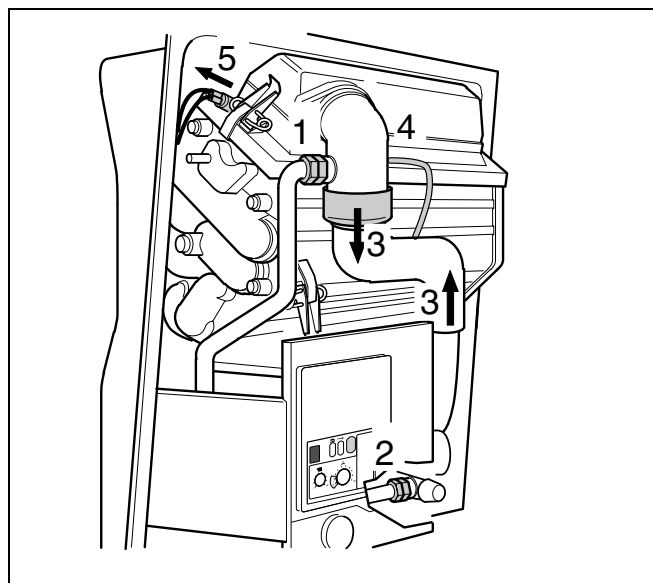

Abb. 33 Anschlüsse entfernen
- Verschraubung an der Gasdüse (Abb. 33, Pos. 1) und am Sicherheitsventil (Abb. 33, Pos. 2) lösen.
- Schlauch zwischen Gebläse und Brenner abziehen (Abb. 33, Pos. 3).
- Schläuche an der Differenzdruck-Messstelle abziehen (Abb. 33, Pos. 4).
- Stecker am Brennerthermostat abziehen (Abb. 33, Pos. 5).